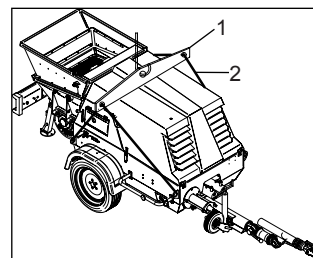

Fig. 5
Para elevar la máquina utilice los puntos previstos para ello (fig. 5), utilizando un balancín (fig. 5, ref. 1) (no suministrado con la máquina) y exclusivamente n°4 correas (no suministradas con la máquina).